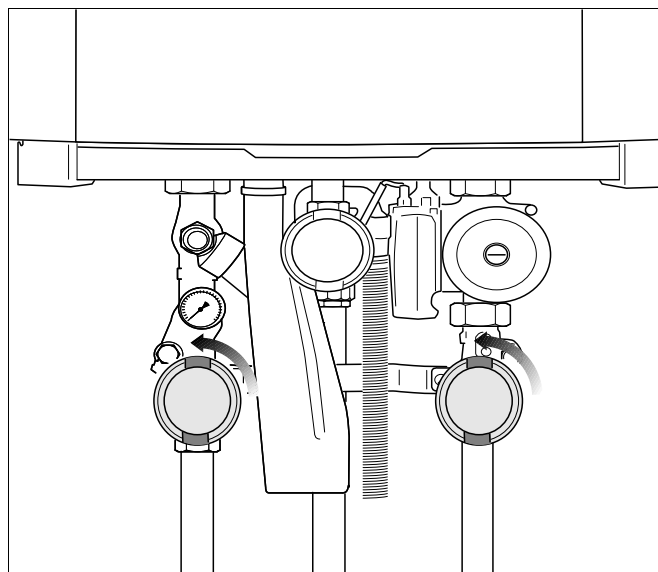

Рис. 66 Открытие сервисных кранов (здесь: положение "открыто")
- Открыть сервисные краны на подающей и обратной линиях системы отопления (рис. 66) (положение "открыто": параллельно трубе).